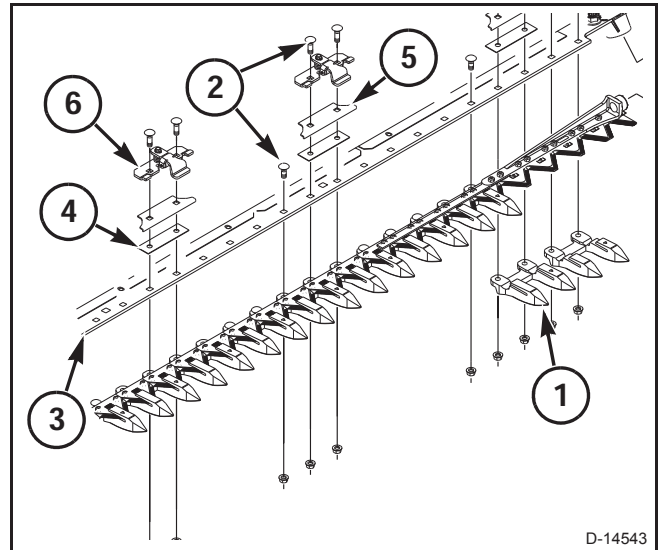

FIG. 45
FIG. 45: Para remover las protecciones (1), retire el herraje (2) que fija la protección a la barra de corte (3). Con una palanca, remueva suavemente la protección de la barra de corte.